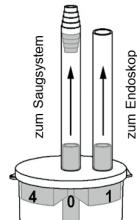

Abb. 1
- Verbinden Sie den Schlauch vom mittleren Anschluss der Falle mit dem Saugsystem (Abb. 1).
- Verbinden Sie den äußeren Anschluss mit dem Endoskop (**Abb. 1**).